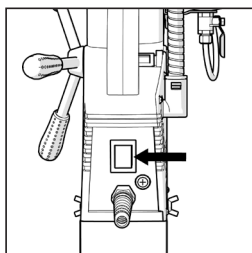

Fig. 4
- Accione el interruptor rojo (**Fig. 4**) situado en la parte trasera de la máquina para activar el imán.